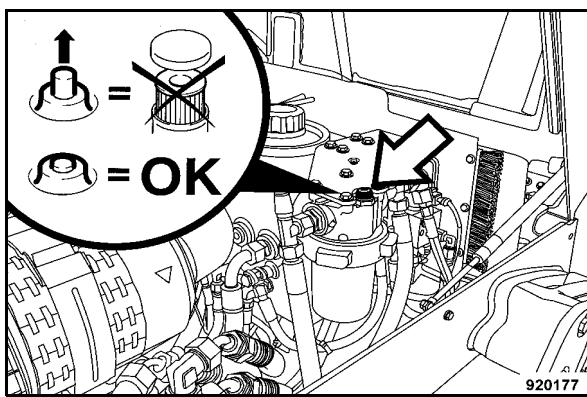

Fig. 123
- Vérifier l'indicateur d'entretien 1 (Fig. 123) à température de service et lorsque le moteur tourne au régime maximal.